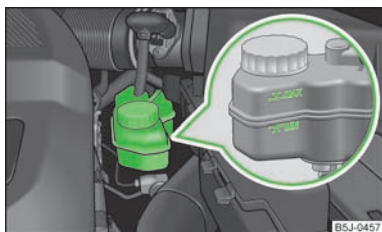

Fig. 121
- Contrôlez le niveau de liquide de frein sur le réservoir » fig. 121. Celui-ci doit arriver entre les marques « MIN » et « MAX ».